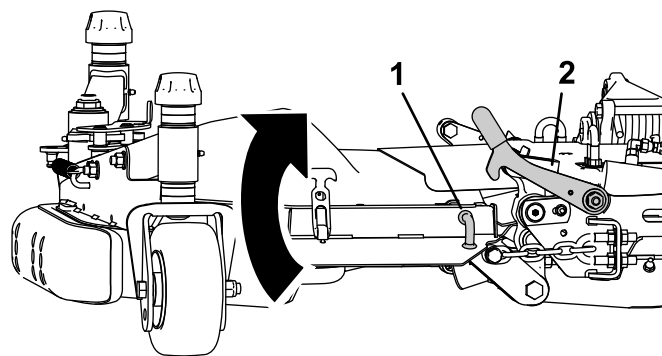

Figure 7
1. Levez le plateau latéral et accrochez la goupille de verrouillage à la poignée de verrouillage (Figure 7).